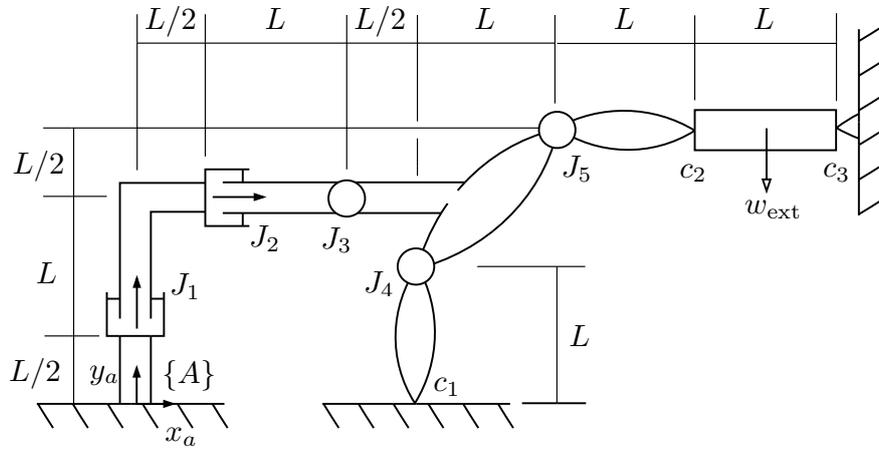

Figura 2: Robot planare.
3. Dato il sistema in Figura 2, calcolare le matrici  $J, G$  e  $H$  per la configurazione riportata. I contatti sono tutti di tipo *hard finger*. Impostare le equazioni di